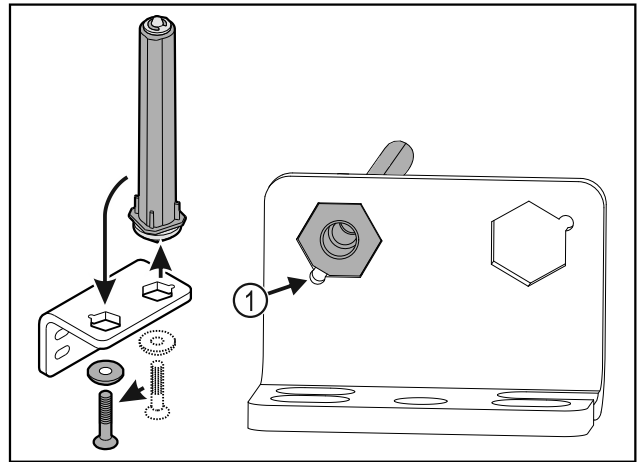

Fig. 30
- Se till att bultens fasning Fig. 30 (1) är vänd mot det runda hålet vid insättningen.